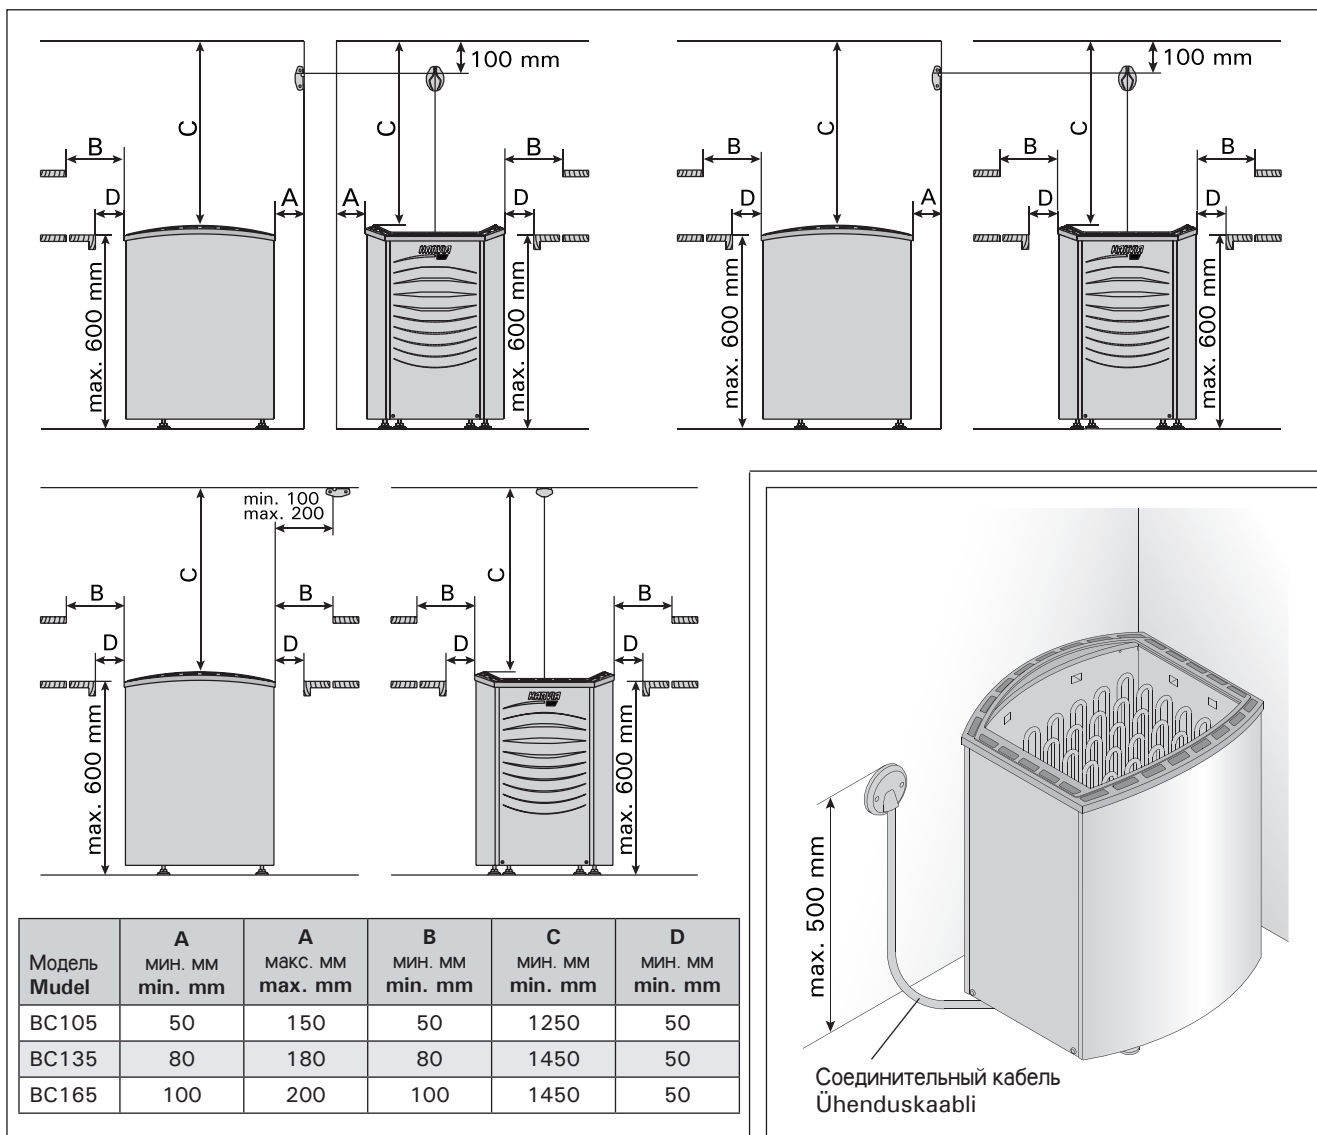

Рисунок 3. Безопасные расстояния каменки
- При расположении каменки выполняются условия минимальных расстояний, изображенных на рис. 3 и указанных в таблице 1.
| шир./Laius 435 мм/mm глуб./Sügavus 470 мм/mm выс./Kõrgus 640 мм/mm вес/Mass 18 кг/kg Камни/Kivide kogus 40–50 кг/kg | | См. пункт 2.3. Vt. 2.3. | | См. рис. 3. Vt. joonis 3. | | | | | | ML/MK/ MMJ | SSJ | HO7RN-F См. рис. 4. Размеры относятся только к соединительному кабелю! Vt. joonist 4. Mõõdud kehtivad ainult ühenduskaabli kohta! | |
Перед установкой необходимо принять во внимание минимальные расстояния до легковозгораемых материалов. См. табл. 1 и рис. 3.